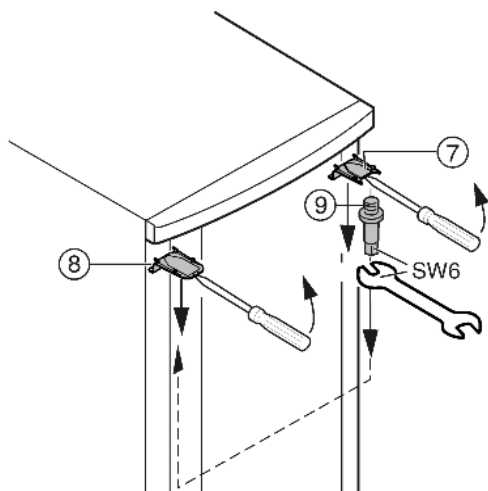

Fig. 7
- ▶ Za pomocą śrubokrętu podważyć z przodu osłonę Fig. 7 (7) u góry i osłonę Fig. 7 (8) i wyjąć je skośnie w dół.
- ▶ Wykręcić trzpień zawiasu Fig. 7 (9) i wkręcić mocno po przeciwnej stronie (**z siłą 4 Nm**).
- ▶ Ponownie zamontować osłonę Fig. 7 (7) po stronie sworznia łożyska: nasadzić z tyłu i zażebić z przodu.
- ▶ Zamontować osłonę Fig. 7 (8) po przeciwległej stronie: nasadzić z tyłu i zażebić z przodu.
- ▶ Drzwi zawiesić na górze na trzpieniach zawiasów Fig. 7 (9).